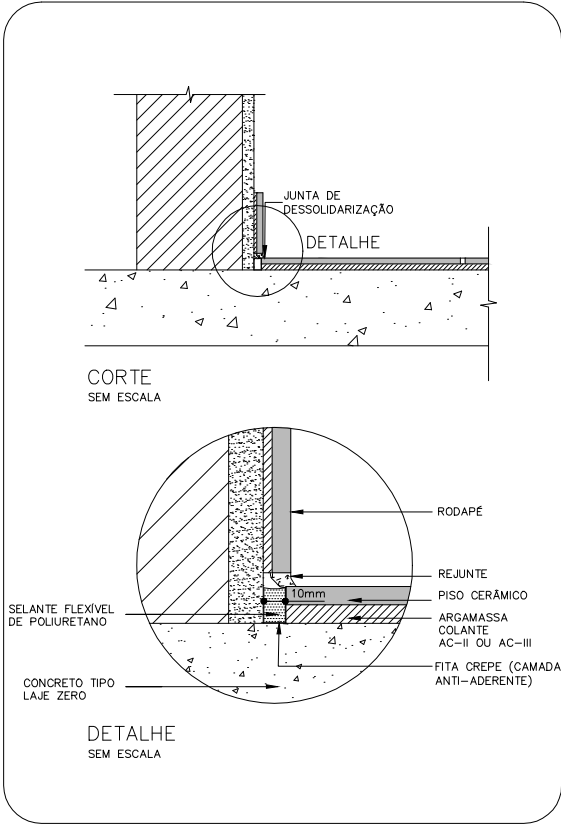

Figura 2:
- » as juntas de dessolidarização deverão ser executadas por ocasião do assentamento do piso cerâmico, respeitado o tempo de cura do concreto, garantindo um afastamento de 10mm de largura. Colar fita "crepe" no leito das juntas, formando uma camada antiaderente em todo o fundo. [Ver figura 2].